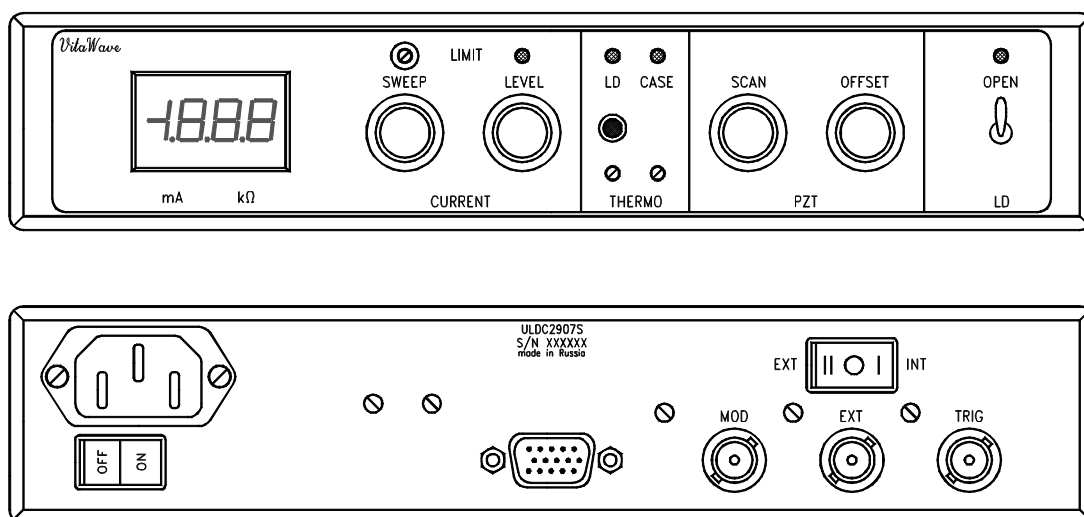

Рис.3. Вид спереди и сзади на блок управления.
Передняя панель блока управления разделена на несколько функциональных зон, отражающих работу источника тока (CURRENT), контроллеров температуры (THERMO), высоковольтного усилителя (PZT) и шунта лазерного диода (LD) (Рис.3).